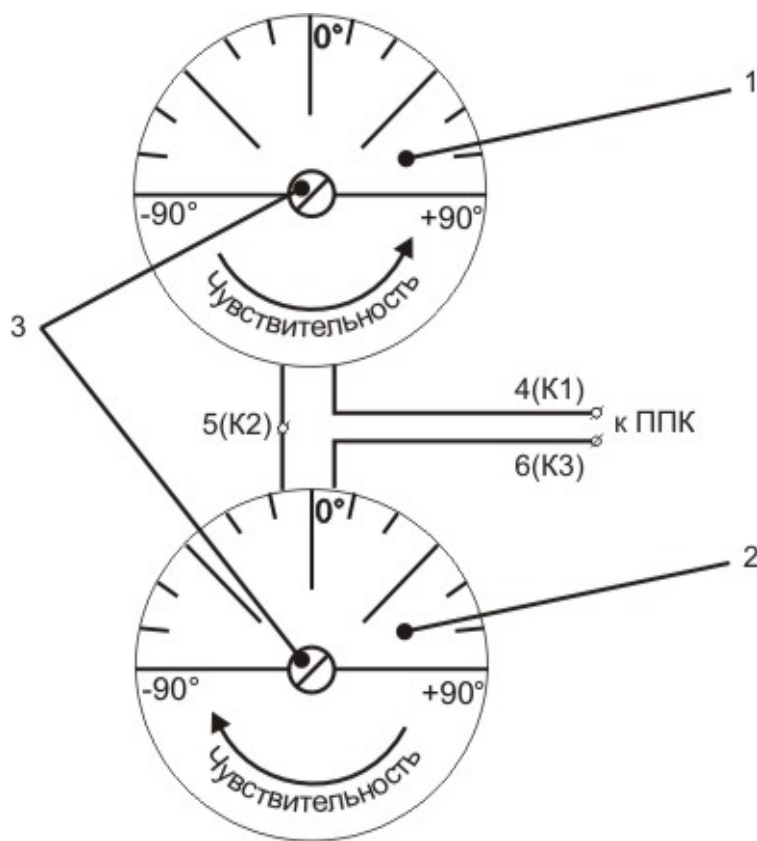

Рис.1 Внешний вид извещателя
Внешний вид извещателя представлен на рис.1
- 4.1. Закрепите датчики на раме картины (датчики имеют основание с самоклеющейся пленкой). Надписи на датчиках должны быть направлены вверх, как показано на рис.1.